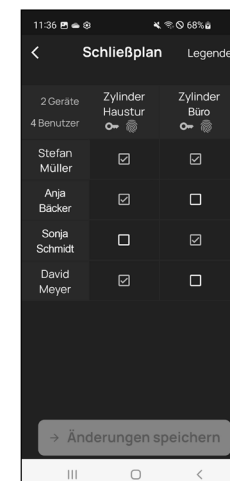

Fig. 3
**Para su información:** Esta tabla resulta de interés en la medida en que disponga de varios cilindros y usuarios. En ese caso podrá determinar en un solo paso y claramente quién puede acceder a qué cilindro. En la Fig. 3 puede ver un ejemplo del aspecto que tiene una tabla llena completamente con los respectivos cilindros y usuarios.